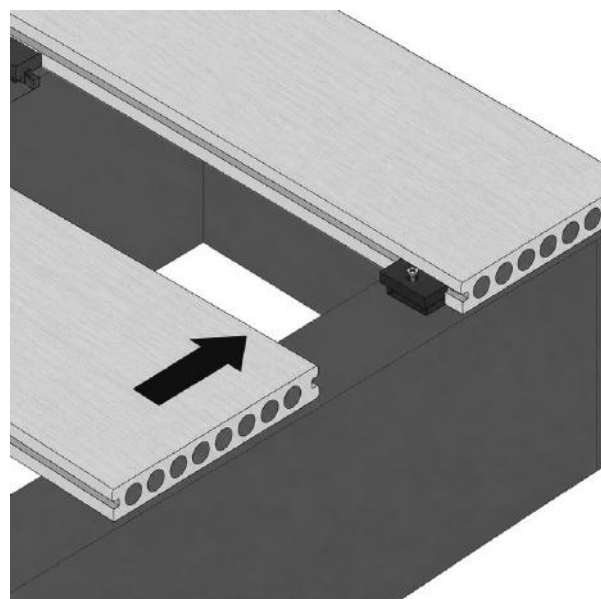

FIG. 5 - VOLGENDE PLANK OP DE VERDEKTE CLIP GESCHOVEN
- 02 Plaats de volgende plank tegen de verdeckte clips (fig. 5): til de buitenrand van de te monteren plank iets op en schuif deze op de verdeckte clip; zorg ervoor dat de rand van de terrasplank de afstandslip raakt; tik indien nodig licht op zijn plaats.